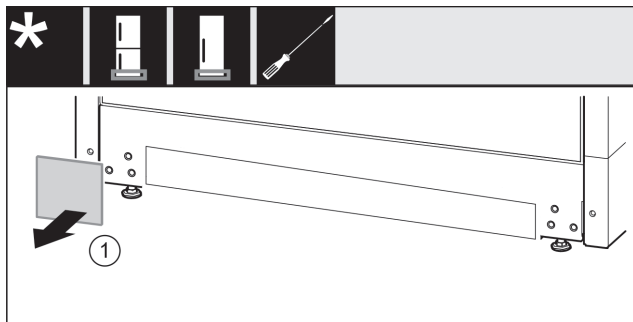

Fig. 14
- ▶ Afdekking Fig. 14 (1) wegnemen.